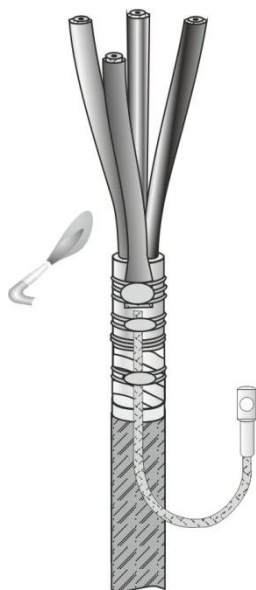

Рис.5
4. На нулевой рабочий провод надвинуть термоусаживаемую трубку для изолирования нулевого рабочего провода как можно ближе к месту пайки усадить. Также термоусаживаемые трубки для изолирования жил кабеля надвинуть на жилы так, чтобы нижняя часть трубок доходила до ступени поясной изоляции и усадить, начиная от корешка разделки, равномерным прогревом пламени газовой горелки. Пламя горелки должно быть размытым, желтоватого цвета (Рис.5). После остывания трубки необходимо обезжирить.